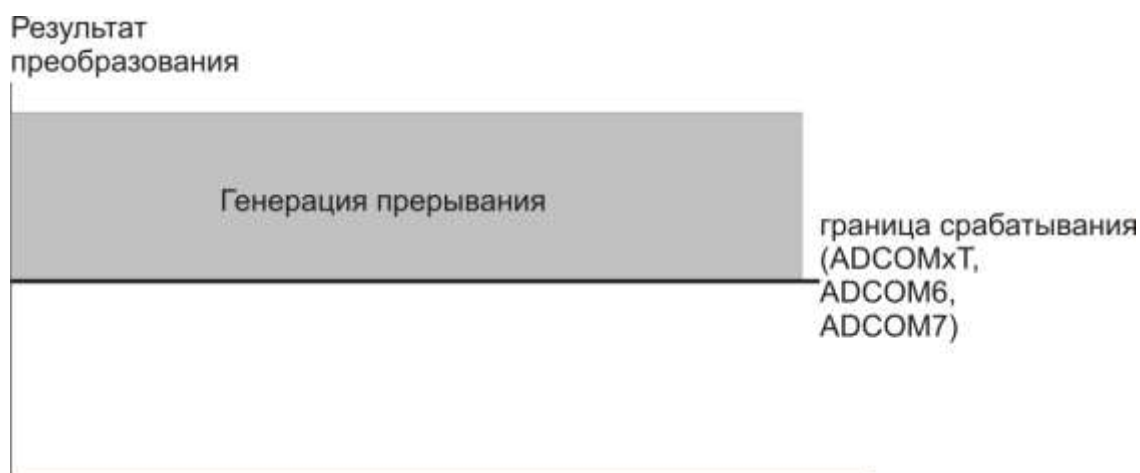

Рисунок 19.10 – Срабатывание компараторов по верхней границе
- генерация прерывания в случае, если результат преобразования больше, либо равен заданному значению (рисунок 19.10);